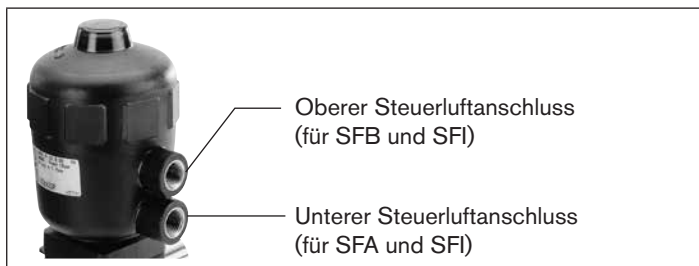

Bild 30: Steuerluftanschluss
- Unterer Steuerluftanschluss mit Druckluft (Wert wie auf dem Typschild angegeben) beaufschlagen (siehe „Bild 30“). Dies ist erforderlich, damit sich die Membran vom Gehäuse löst und nicht beschädigt wird.
- Unterer Steuerluftanschluss mit Druckluft (Wert wie auf dem Typschild angegeben) beaufschlagen (siehe „Bild 30“).
- Oberer Steuerluftanschluss mit Druckluft (Wert wie auf dem Typschild angegeben) beaufschlagen (siehe nachfolgendes „Bild 30“).